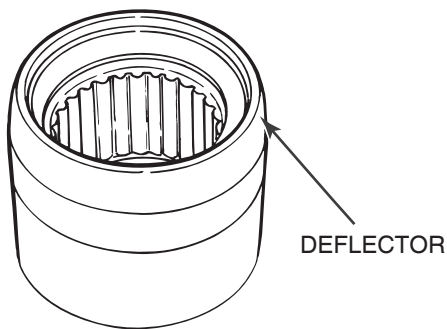

Figura 4.32
3. Compruebe que los deflectores plásticos están conectados a los bujes circulares. Figura 4.32.